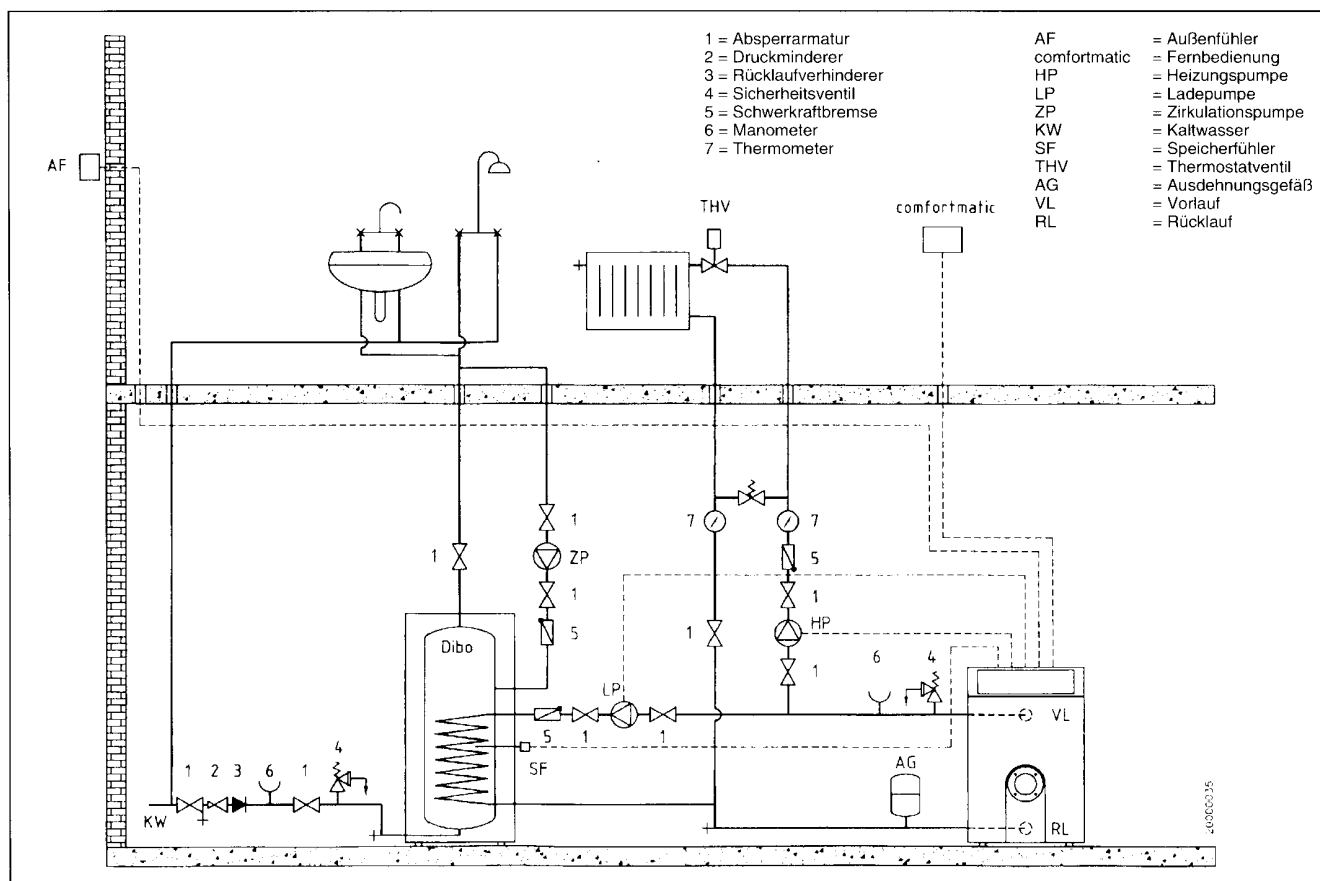

Abb. 2 Anlagenbeispiel für direkten Heizkreis und Brauchwasserkreis einschließlich Zirkulationsleitung und Kaltwasserinstallation
- Kaltwasserleitung mit den erforderlichen Sicherheitseinrichtungen installieren (siehe Abb. 2 Anlagenbeispiel).
Die Speicherladepumpe und Heizungsumwälzpumpe werden gemäß Abb. 2 eingebaut. Der Einbau einer Schwerkraftbremse (Thermostopventil) vor jeder Pumpe ist erforderlich.